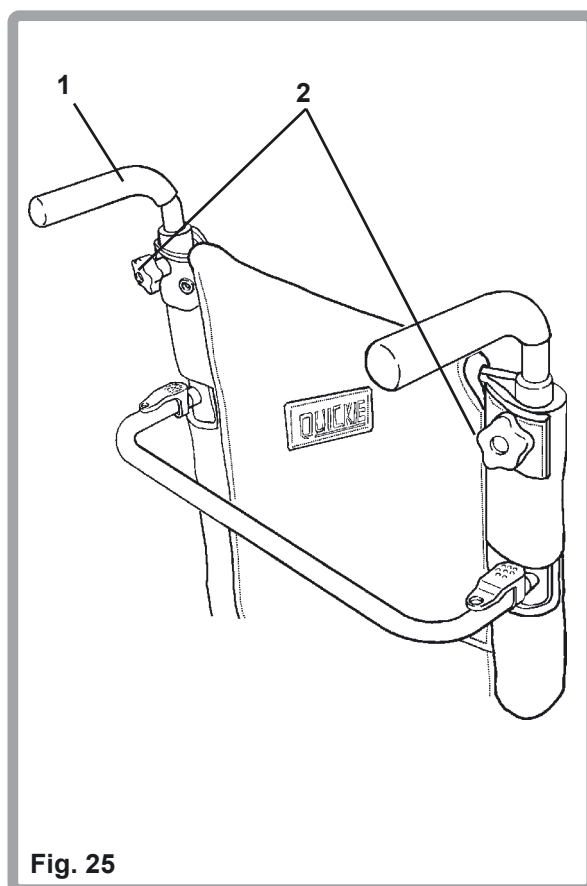

Fig. 25
Le réglage de la hauteur des poignées de pousser (1) est en option sur ces fauteuils. Pour régler la hauteur des poignées, desserrer les molettes de réglage (2). Régler les poignées à pousser à la position requise et resserrer les molettes (Fig. 25).